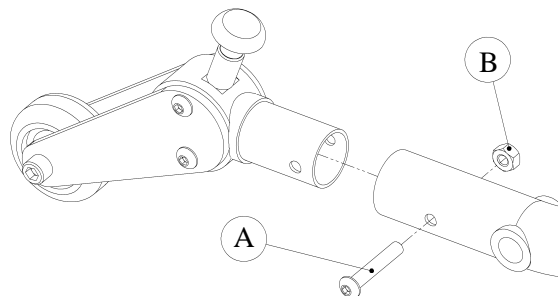

Figure 39 - Installation de l'anti-basculant
1. Insérer l'anti-basculant à l'extrémité du tube latéral de châssis (figure 39);